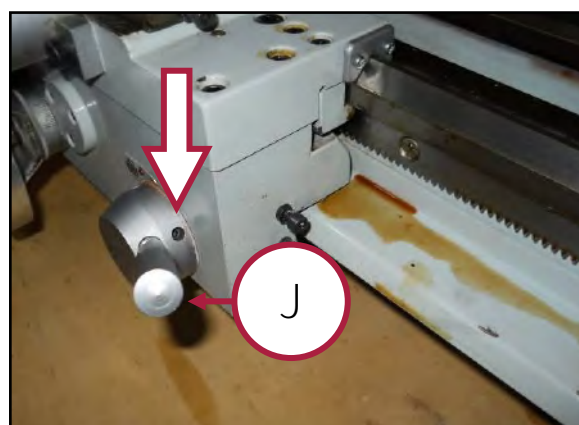

Figura 18 – Leva di inserimento avanzamenti automatici.
L'attivazione o la disattivazione degli avanzamenti automatici, per le operazioni di filettatura è possibile tramite la leva (J), raffigurata in figura 18